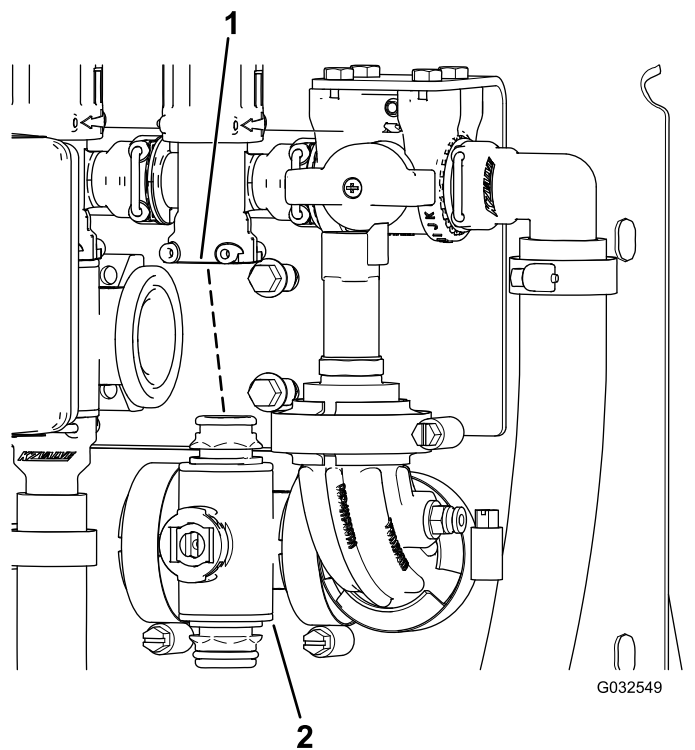

Figura 104
3. Rimuovete il collettore della valvola di sezione dalla macchina (Figura 104).